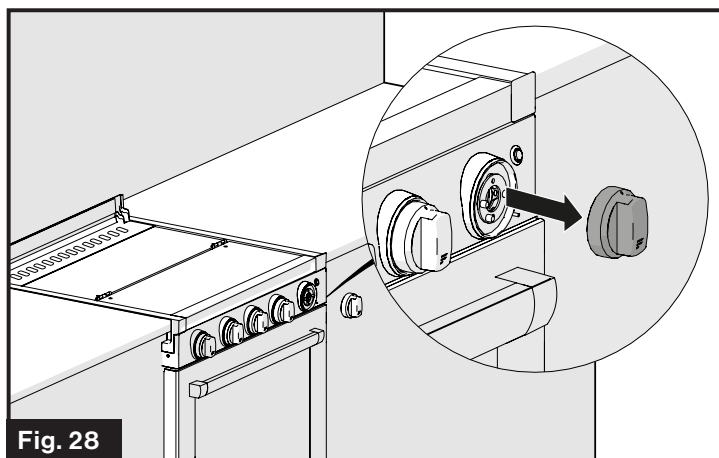

Fig. 28
2. Saisissez et tirez sur le bouton de commande avec la lumière DEL cassée. (Fig. 28)